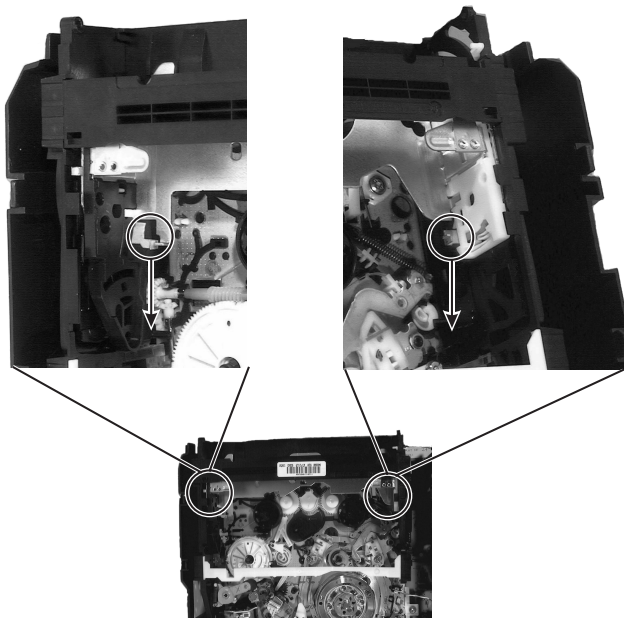

Figure 4-5
10. Enlevez les 6 vis 1001/9 et 1001/10 (voir figure 4-5) pour sortir l'unité platine principale-mécanique du châssis, après avoir débloqué les deux verrouillages du compartiment cassette et poussé le porte-cassette d'env. 5 cm vers l'arrière (voir figure 4-5).